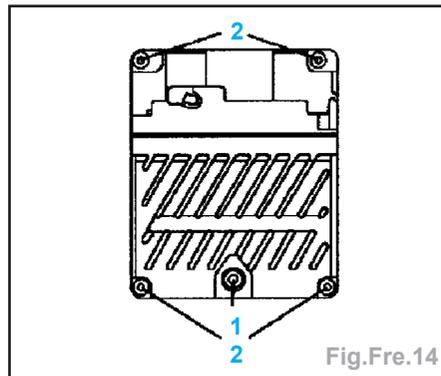

Fig.Fre.14
- Desserrer les vis Torx (1 et 2) (Fig.Fre.14).